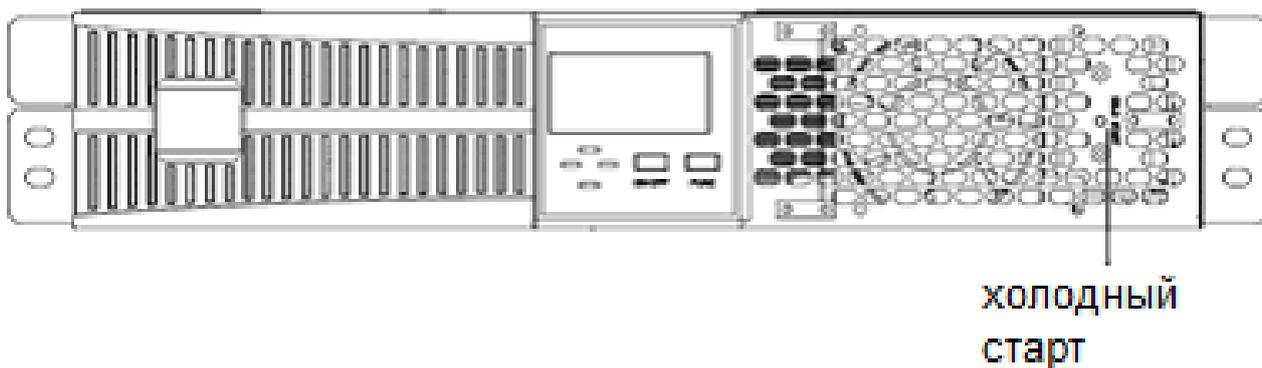

Рис. 6-1
- 2) Кратковременно нажмите кнопку холодного запуска (см. рис. 6-1). Дисплей начнет светиться.